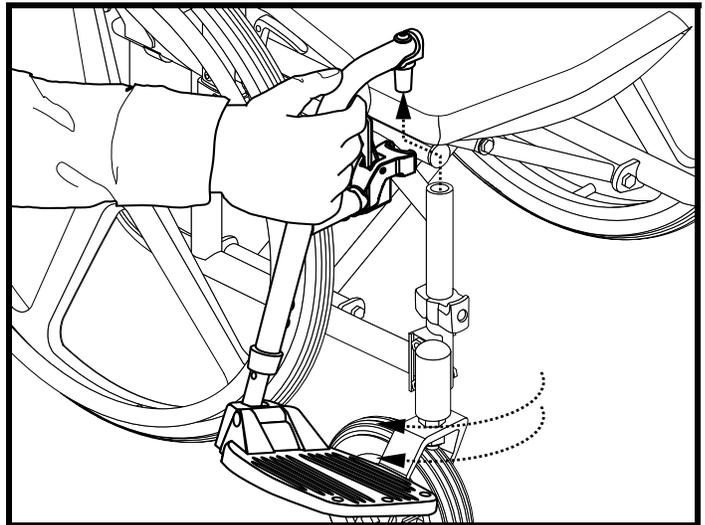

Figure 22. Enlèvement d'un SFR
2. Soulever le repose-pied (SFR) pour le retirer. Voir la figure 22.